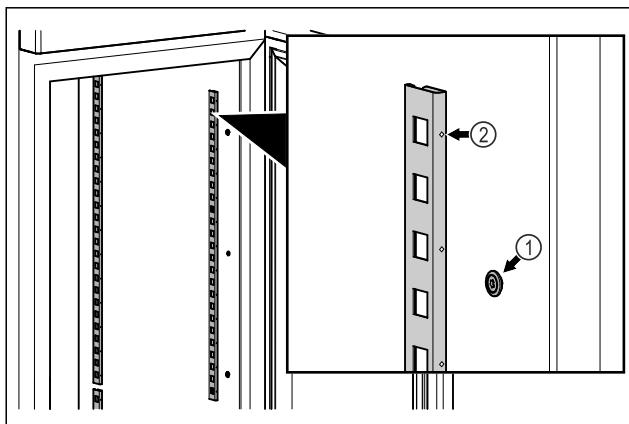

Fig. 48 Atvaizdo pavyzdys
► Įkabinkite fiksavimo juosteles į pakabą Fig. 48 (1). Žyma Fig. 48 (2) turi būti nukreipta į priekį.